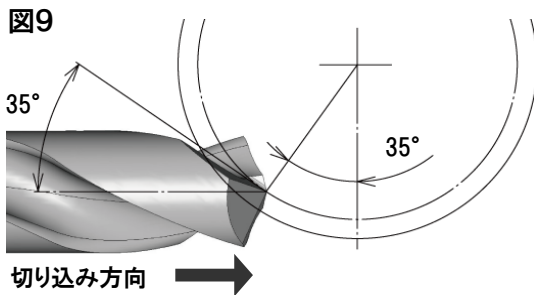

図9
- 砥石の上下方向の位置は、シンニング部のドリル軸からの開き角が  $35^\circ$  となるよう図 9 に示すように合わせます。
- 図 9 の矢印方向にテーブルをスライドさせて砥石にドリルを押しつける要領で行います。切込みはストッパー等で切込み端を調整しながらゆっくり行います。